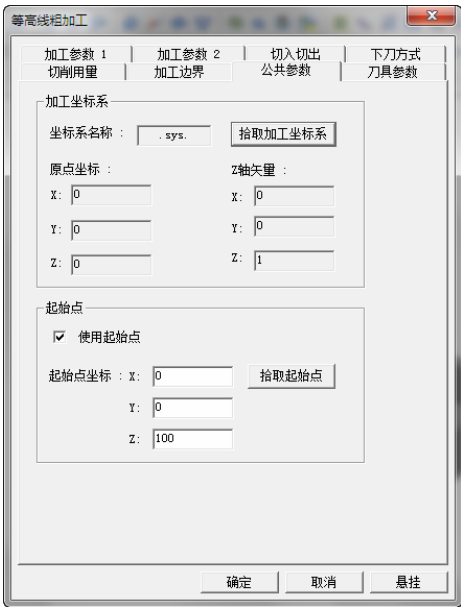

图 8-265 “公共参数”选项卡
7) 单击“公共参数”选项卡，勾选“使用起始点”，具体“起始点坐标”参数数值如图 8-265 所示。